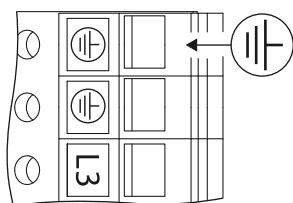

Fig.21: Împământare suplimentară
- Din cauza curentului de scurgere apărut la motoare începând cu 11 kW, trebuie montată o împământare suplimentară conform EN 50178 (fig. 21).